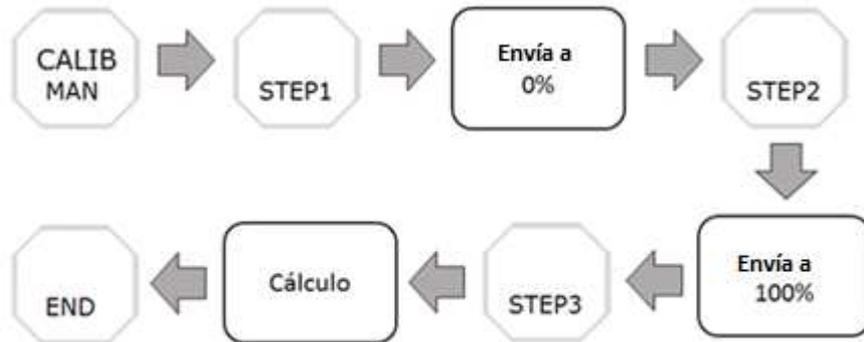

Figura 3.14 – Diagrama de pasos de la calibración manual de posición.
- **Calibración Manual de Posición (*Manual Travel Calibration*):** realiza el procedimiento manual de ajuste de las referencias de 0% y 100% del sensor de posición. La figura 3.14 indica los pasos de este procedimiento.